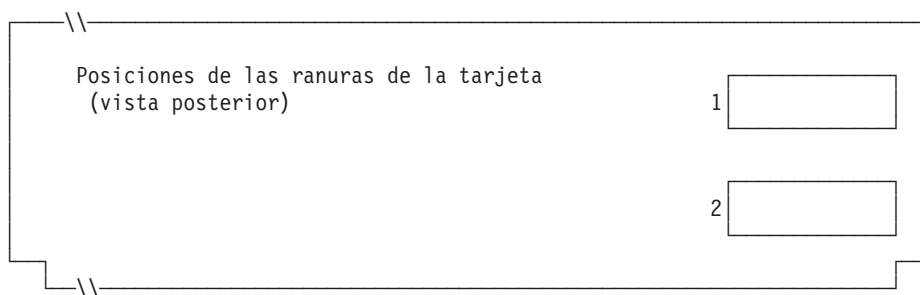

Figura 94. Parte posterior del Terminal de Punto de Venta IBM 4694-2x4 o 4694-245
4. En la Figura 94 marque con una X cada ranura de tarjeta que tenga instalado un Adaptador Asíncrono Dual **para que lo utilicen las aplicaciones de terminal**. No ponga ninguna X si la tarjeta va a ser utilizada por aplicaciones distintas a las de terminal.